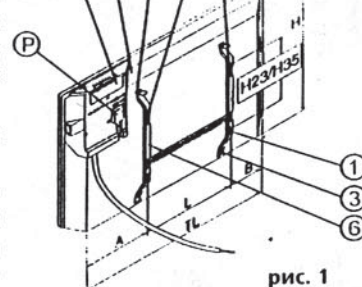

рис. 1
Между обогревателем и стеной должен быть минимальный зазор - 10мм. См. рисунок 1, на котором показано как проводить установку обогревателя (все размеры даны в мм.).
В приведенной ниже таблице, показывающей минимальное расстояние между обогревателем и стеной, H23/H35 показывает вертикальное расстояние между монтажным отверстием настенного кронштейна (диаметром 23 или 35 мм) и стеной. Обогреватель комплектуется различными моделями модулей, предназначенных для настройки обогревателя, регулирования и настройки температуры. На задней панели модуля находится таблица совместимости его с различными моделями обогревателей (См. рис. 1 F).
Табличка, расположенная на задней панели обогревателя показывает тип корпуса обогревателя (рис. 1 T).
1.1 Кронштейн (рис. 1).
1.2 Подвешивание обогревателя на кронштейн (рис. 1).
Модели C2N, C4N, C6N, L4N, T4N оборудованы специальной вилкой для подключения к задней панели обогревателя (Смотри рис. 1-Р).